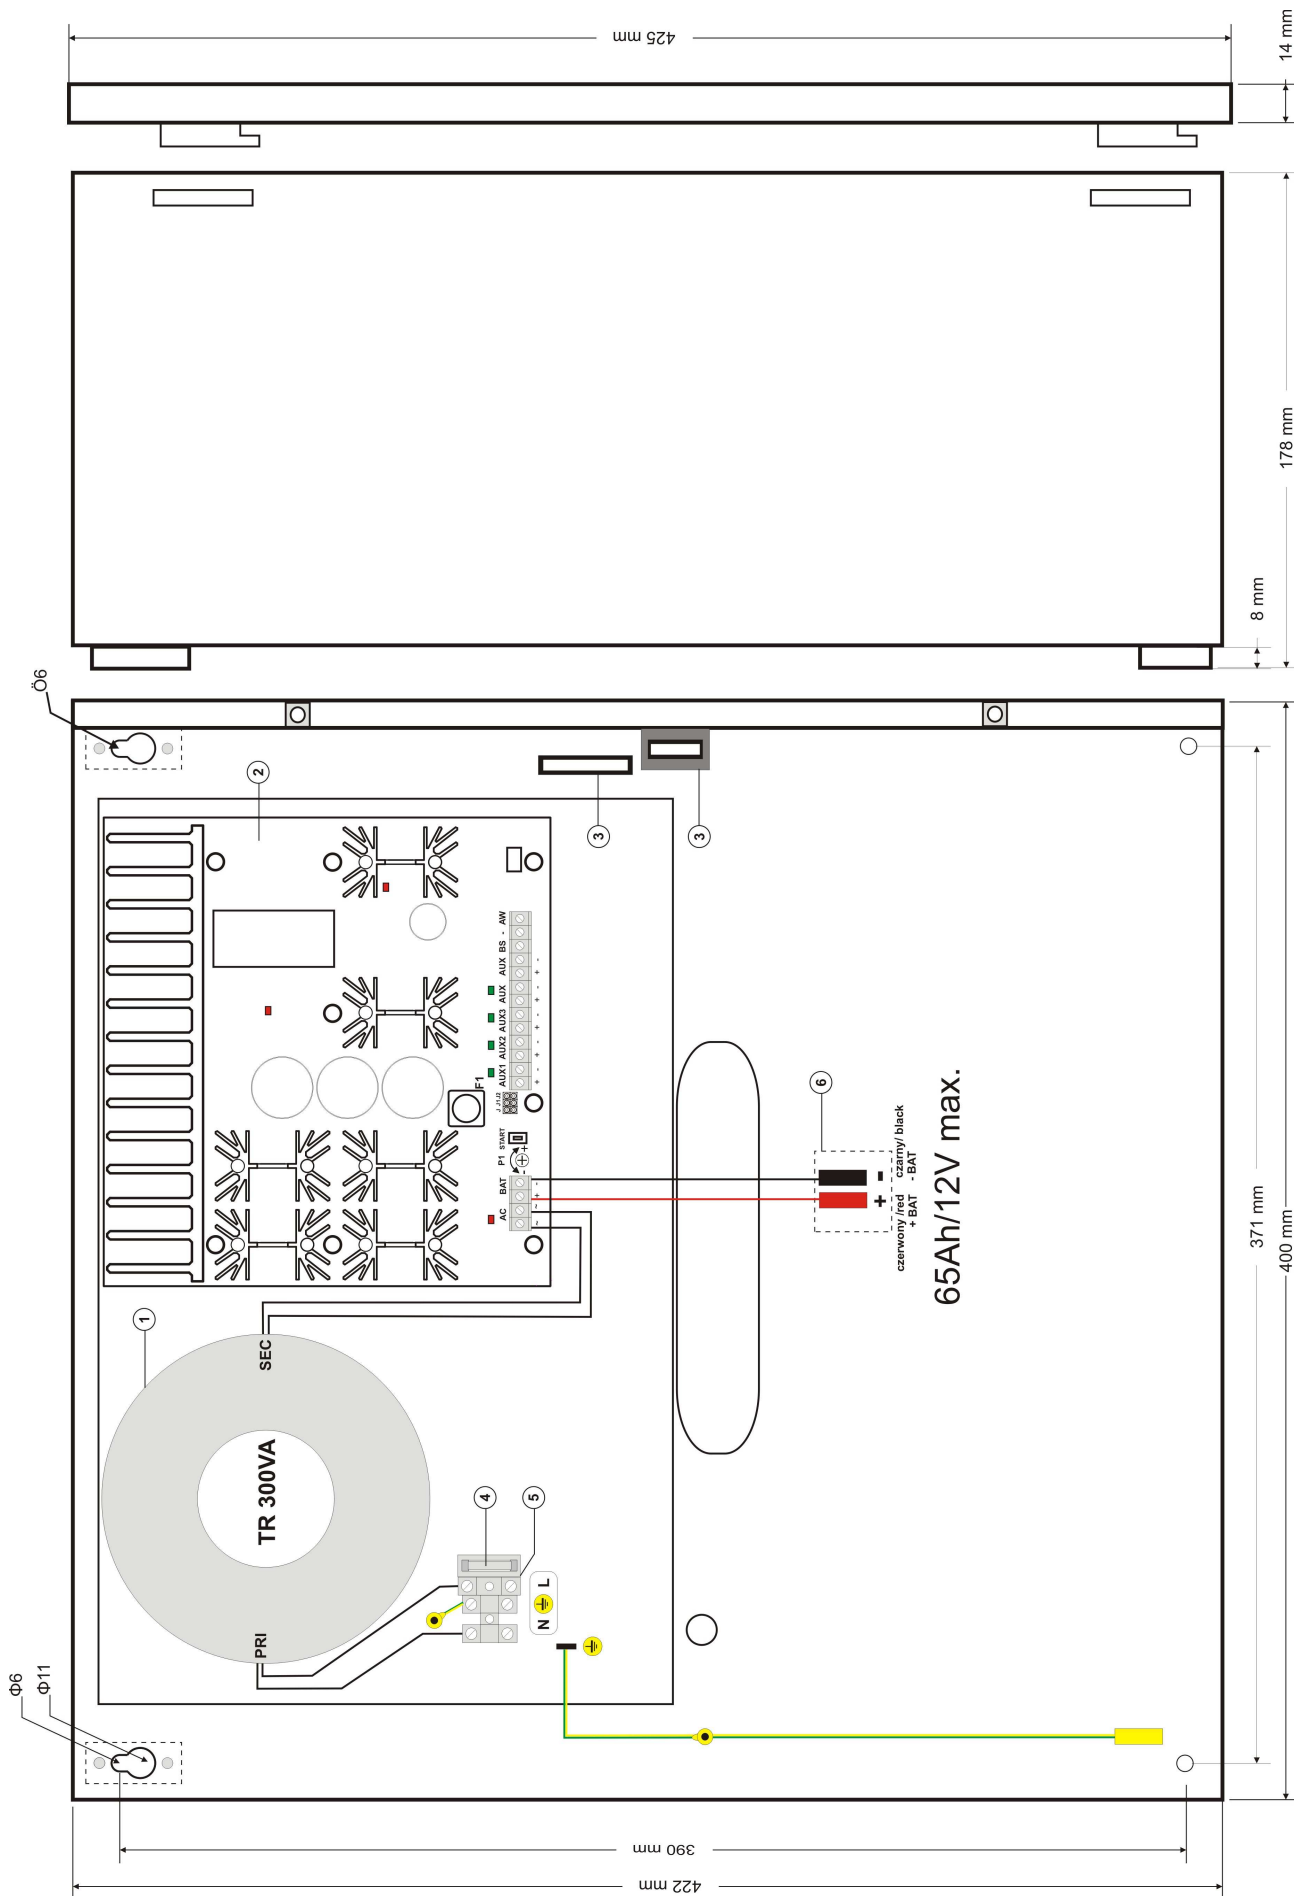

Rys.2. Widok płyty PCB zasilacza.
1.3. Opis elementów i złącz zasilacza (tab.1, tab.2, rys.2, rys.3).
Element nr [Rys. 2]	Opis
Tab.1. Elementy płyty PCB zasilacza (patrz rys. 2).
9. Sprawdzić napięcie wyjściowe (napięcie zasilacza bez obciążenia powinno wynosić $13,6V \pm 13,9V$, w czasie ładowania akumulatora $11,0V \pm 13,8V$). Jeżeli wartość napięcia wymaga korekty należy dokonać nastawy za pomocą potencjometru P1, monitorując napięcie na wyjściu AUX zasilacza (patrz rys.2).
- **UVP (rys.2) – dioda czerwona:** sygnalizuje zadziałanie zabezpieczenia nadnapięciowego UVP. W stanie normalnym dioda jest zgaszona, w przypadku zwarcia lub przeciążenia wyjścia świeci światłem ciągłym.